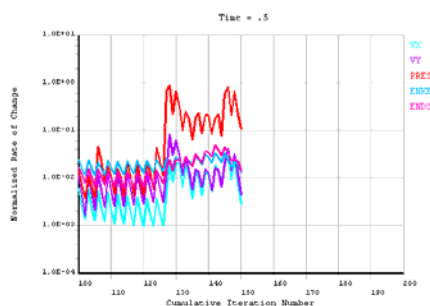

图 7-31 迭代曲线
⑨依次选择 Utility Menu→Select→Everything。
⑩依次选择 Main Menu→Solution→Run FLOTTRAN, 求解完成后会弹出提示对话框, 单击“Close”按钮关闭。迭代曲线如图 7-31 所示。